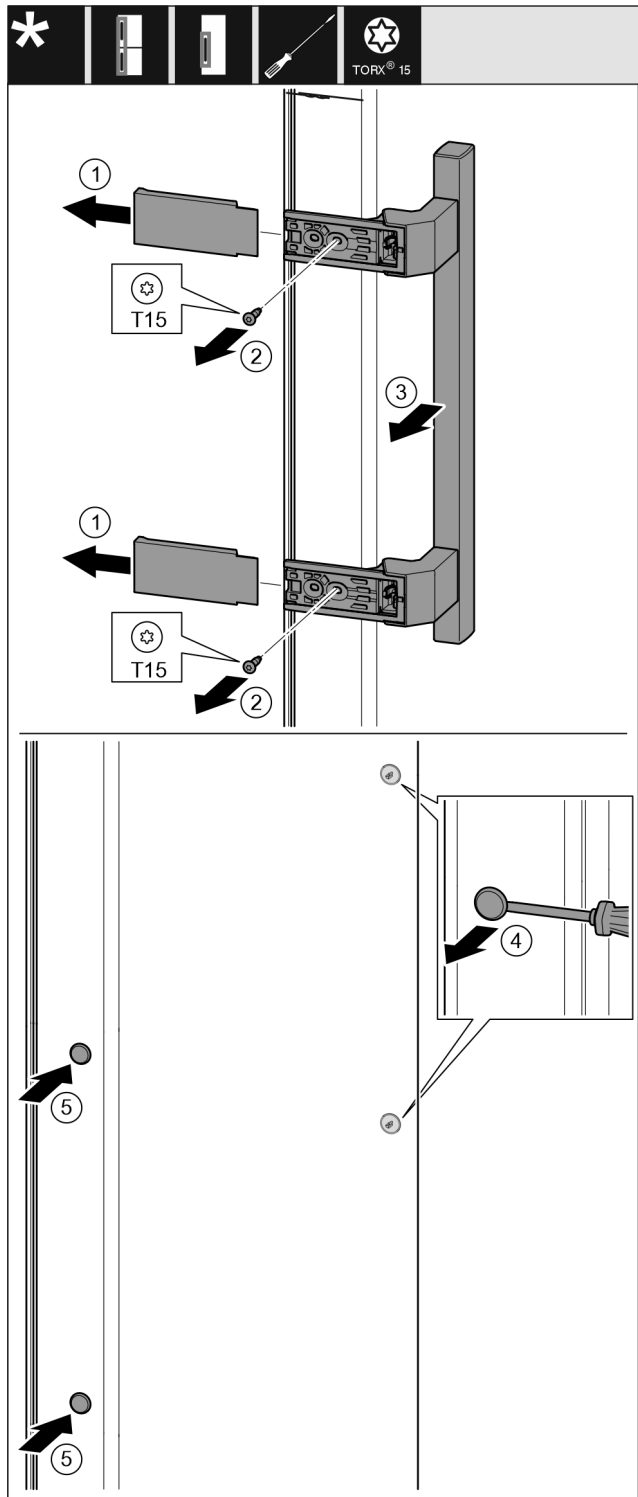

Fig. 20
- ▶ Stiahnite kryt. *Fig. 20 (1)*
- ▶ Skrutkovačom T15 vyskrutkujte skrutky. *Fig. 20 (2)*
- ▶ Odoberte držadlo. *Fig. 20 (3)*
- ▶ Plochým skrutkovačom opatrne nadvihnite a vyberte bočnú zátku. *Fig. 20 (4)*
- ▶ Zátku opäť nasadíte na druhú stranu. *Fig. 20 (5)*